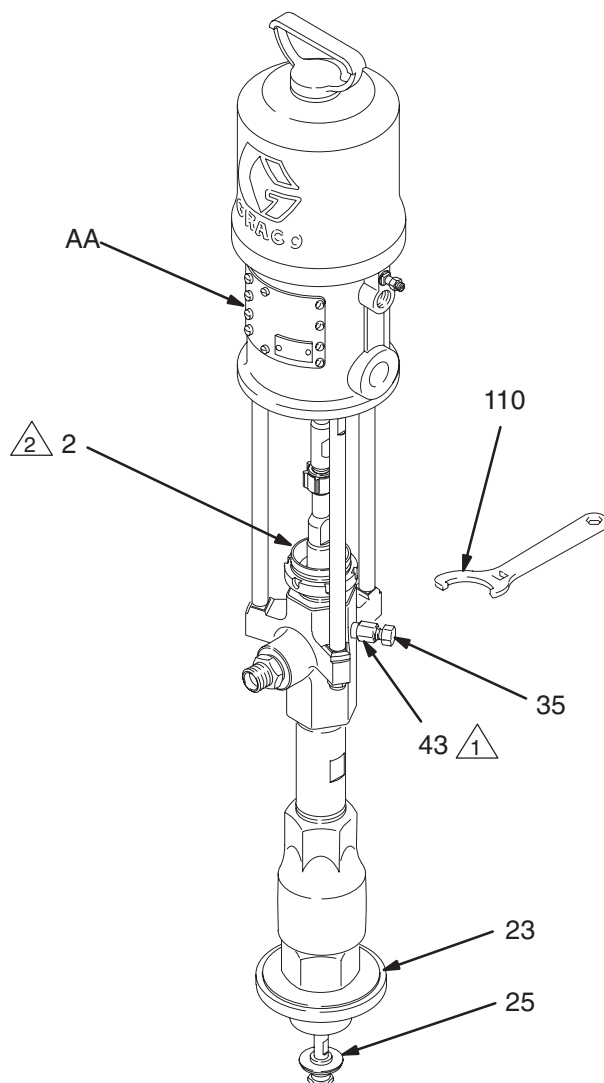

Fig. 3
Före start ska tätmuttern (2) fyllas till en tredjedel med Graco tätstättningsvätska (TSL) eller motsvarande lösning. Se Fig. 3.
Se Fig. 3. Luftningskolven (25) och luftmotor-kolven (placerad bakom luftmotorplåtarna AA) rör sig under drift.
9. Öppna luftningspluggen (35) något om inte pumpen luftas ordentligt. Använd luftningshålet på undersidan av luftningventilen (43) som luftningsventil tills vätska tränger ur hålet. Se Fig. 3. Stäng pluggen (35).